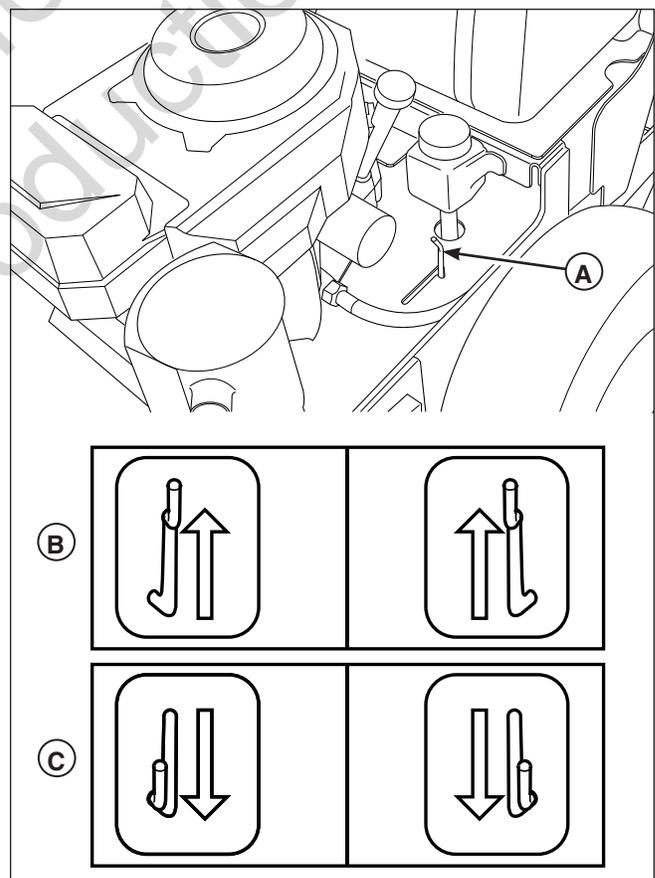

Figura 3. Palancas de liberación de la transmisión (se muestra el lado izquierdo)
- Ubique las palancas de liberación de la transmisión (**A**, **Figura 3**) junto a las ruedas traseras de la unidad.